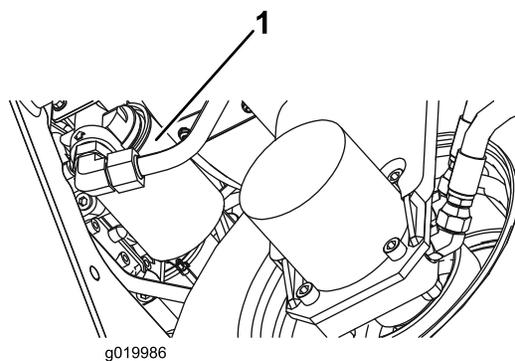

Figura 78
2. Limpe a zona de montagem do filtro. Coloque um recipiente de escoamento debaixo do filtro (Figura 78) e retire o filtro.